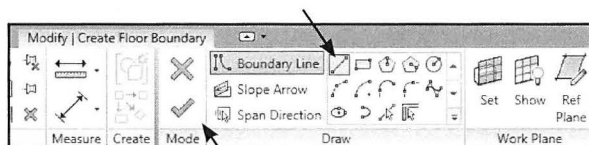

Fig. 07.02. Tegneredskaber under Floor.
- Stå i (03) Stueplan i *Project Browseren*.
- Klik på *Architecture - Floor* (Fig. 07.02).
Vi er nu i Tegn "mode", hvilket betyder, at terrændækkets omrids skal færdig tegnes, før andre værktøjer i Revit kan anvendes igen. Eller man skal *Cancel*/annullere for at komme ud uden at have tegnet gulvet. Dette kan ses ved at der i værktøjspanelet, forekommer et rødt kryds og et grønt flueben (Fig. 07.02).
- Vælg tegneredskabet (Fig. 07.02). *Line*.
Automatisk er *Pick Wall* værktøjet valgt, hvilket betyder, at når der klikkes på en væg, sættes en linie, for omridset af gulvet/terrændækket. Med denne funktion, bliver der en del tilretning, og det er ikke sikkert at den lige rammer, hvor man ønsker den i forhold til væggen. Så indtil vi har mere erfaring i brugen af redigeringsværktøjer, kan *Line* vælges som tegneredskab (Fig. 07.02).